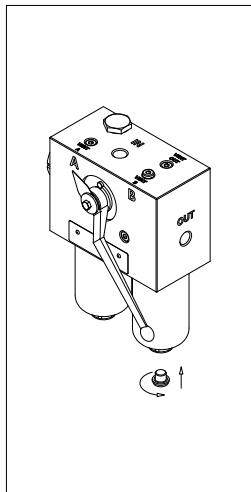

fig. 10
- (Fig. 10) Serrare il tappo di drenaggio facendo riferimento alla tabella delle coppie di serraggio al paragrafo 3